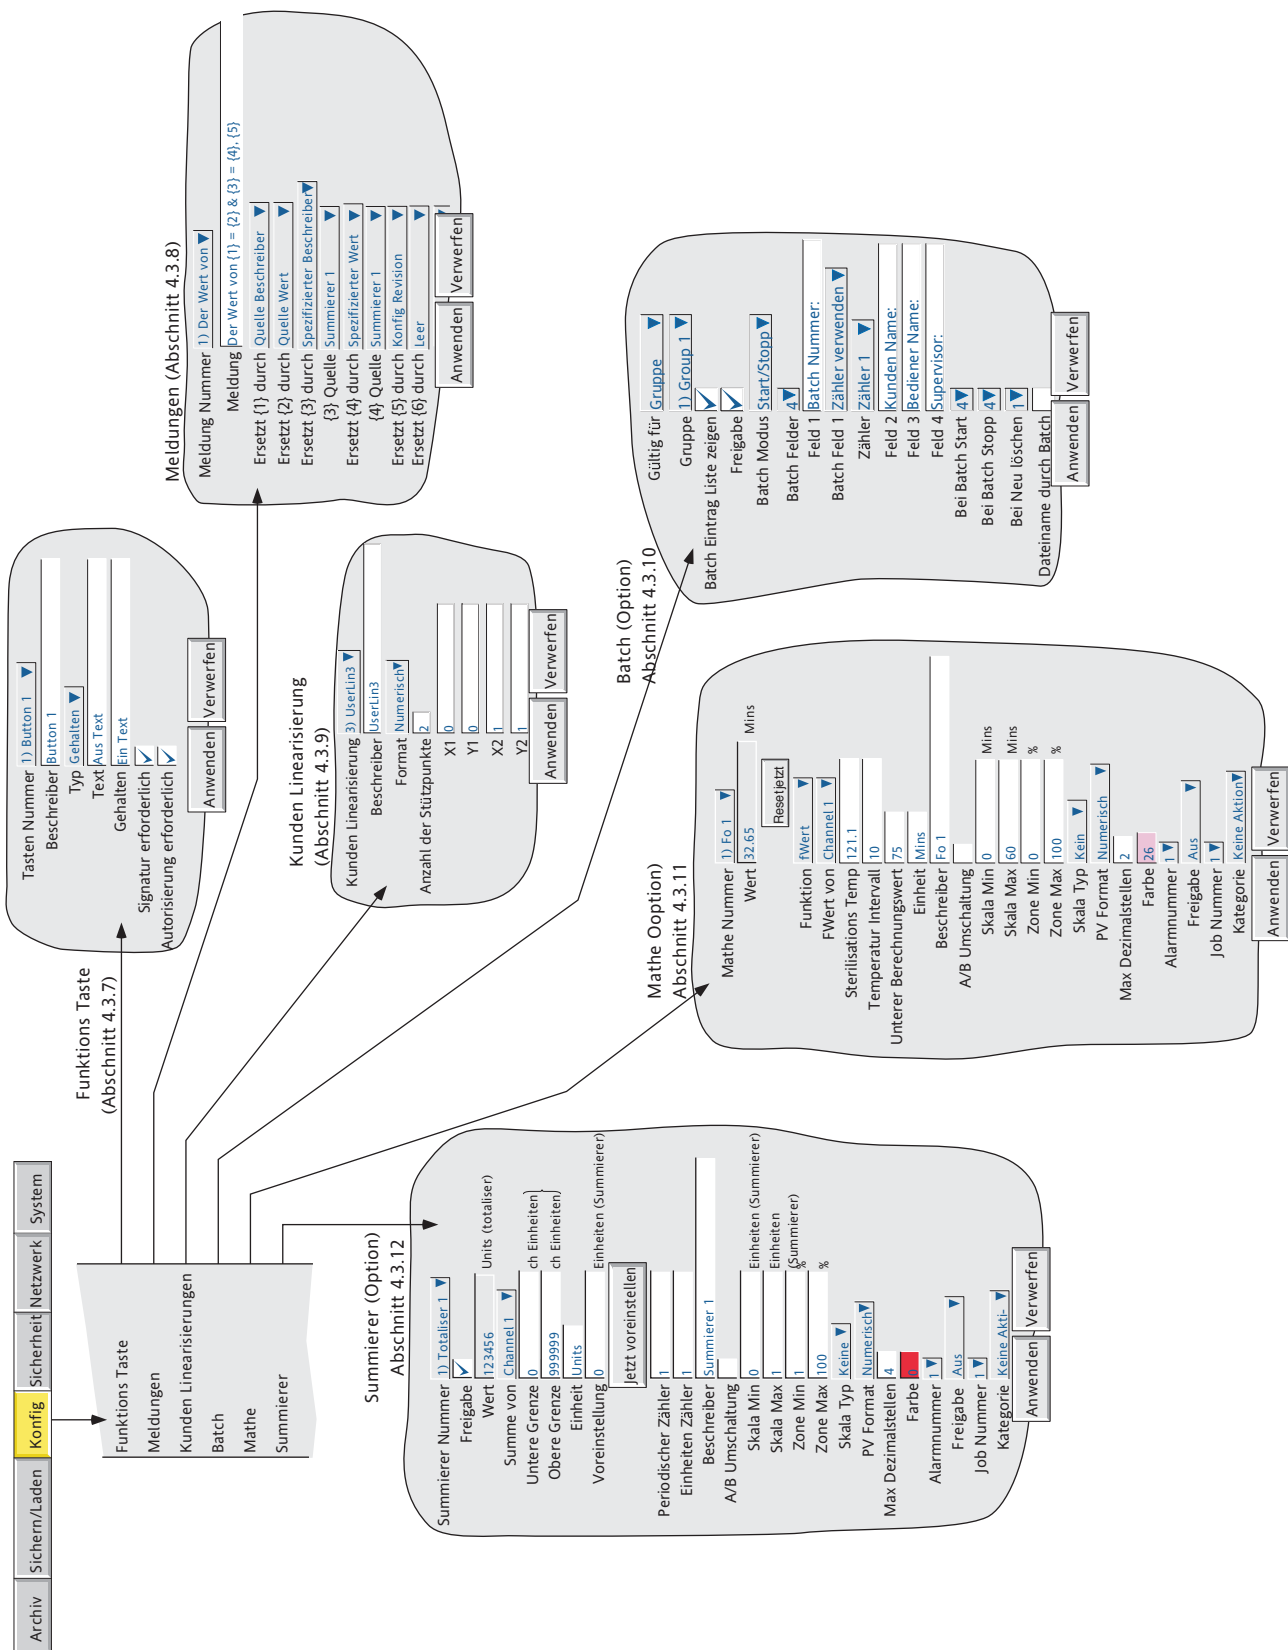

Abbildung 4.3b Konfigurations Menü Übersicht Blatt 2
1. In Abbildung 4.3b sehen Sie eine Übersicht über die Konfigurations Menüs.